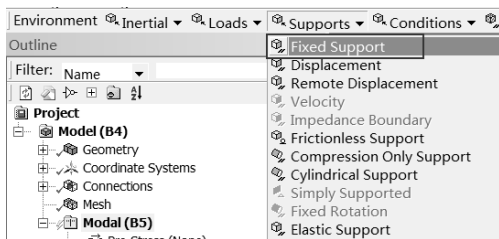

图 10-56 添加固定约束
Step2：选择 Environment 工具栏中的 Supports（约束） Fixed Support（固定约束）命令，此时在分析树中会出现 Fixed Support 选项，如图 10-56 所示。